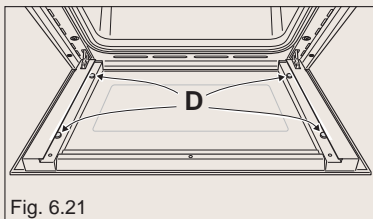

Fig. 6.21
Il est conseillé, lors du remontage de la vitre, de bien tenir en position (par exemple à l'aide d'un doigt) les quatre patins en caoutchouc "D", afin d'éviter la rupture ou le glissement des patins en caoutchouc eux-mêmes (figure 6.21).
- * Vérifiez que les quatre patins en caoutchouc sont en place ("D" sur la fig. 6.21).